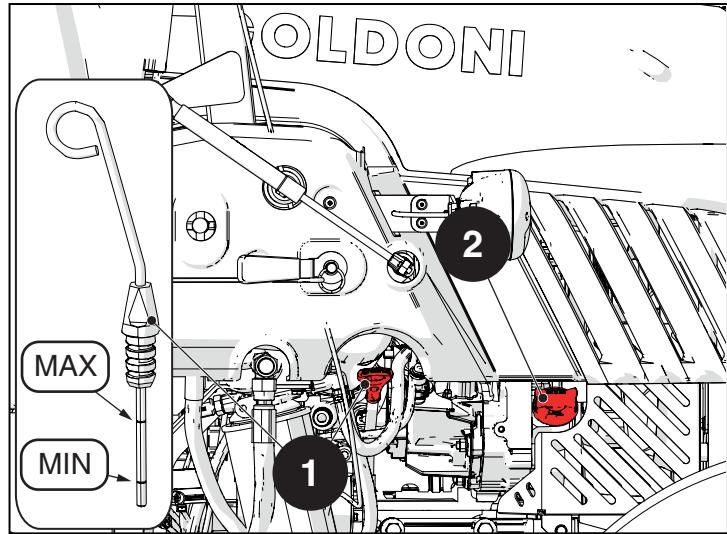

Fig. 6.3
Non superare il livello MAX nell'asta livello olio (1) (Fig. 6.3).